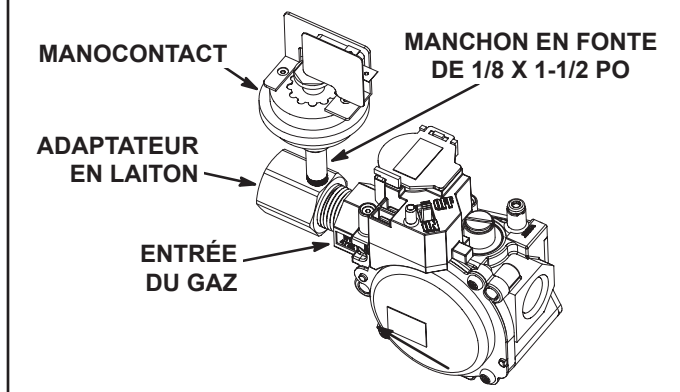

Figure 8
- Visser l'adaptateur en laiton dans l'entrée de gaz et serrer à la main. Serrer le raccord avec une clé de dimension correcte en prenant soin de positionner l'orifice latéral comme illustré à la Figure 8. Appliquer un agent d'étanchéité sur les filets de l'adaptateur avant de le connecter à la vanne de gaz.